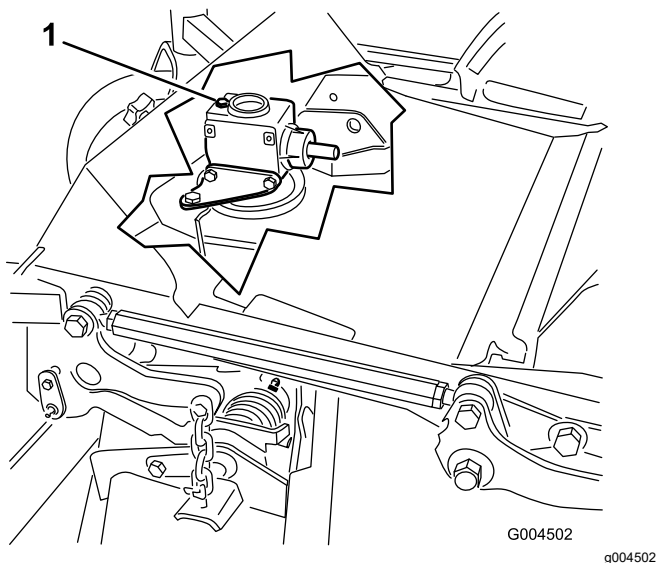

Figure 31
6. Retirez le bouchon de remplissage-jauge au sommet du boîtier d'engrenages et vérifiez que le niveau de lubrifiant se situe entre les repères sur la jauge (Figure 31).
6. Retirez le bouchon de remplissage-jauge au sommet du boîtier d'engrenages (Figure 31).